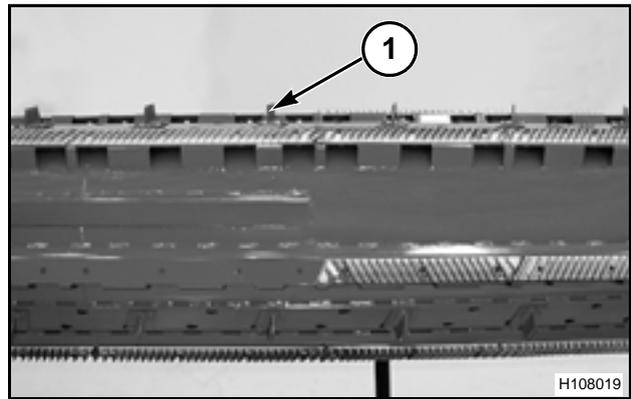

FIG. 187
FIG. 187: Todos los rotores están equipados en forma estándar con una simple fila de cuchillas (1) entre cada juego de barras de trilla y puede proveerse de doble fila de cuchillas en el rotor, si se requiere. Cosechadoras para soja /maíz están provistas con 21 cuchillas. Cuchillas adicionales (conjuntos de 21) pueden ser instaladas para la cosecha con talo o malezas, para reducir la enroscadura o acumulación de material. En granos pequeños o maíz, cuando no se requiere de la acción agresiva de las cuchillas, deben quitarse comenzando por el frente del rotor.